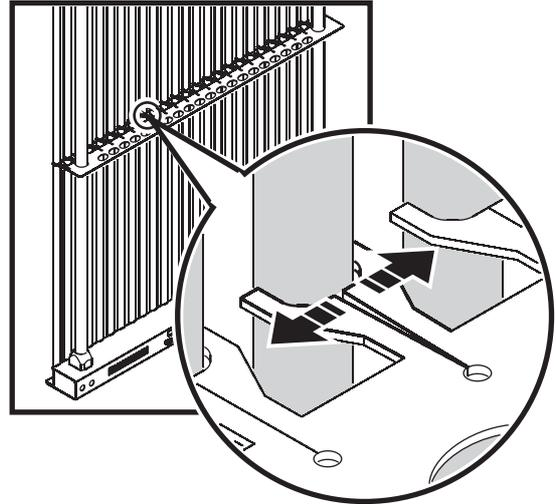

Bild 21: Lösen einer LED-Röhre
2. Siehe Bild 21. Spreizen Sie die Halteklammern der betreffenden Röhre mit einem Schlitzschraubendreher etwas auf. Ziehen Sie die Röhre aus dem entsprechenden Halter.